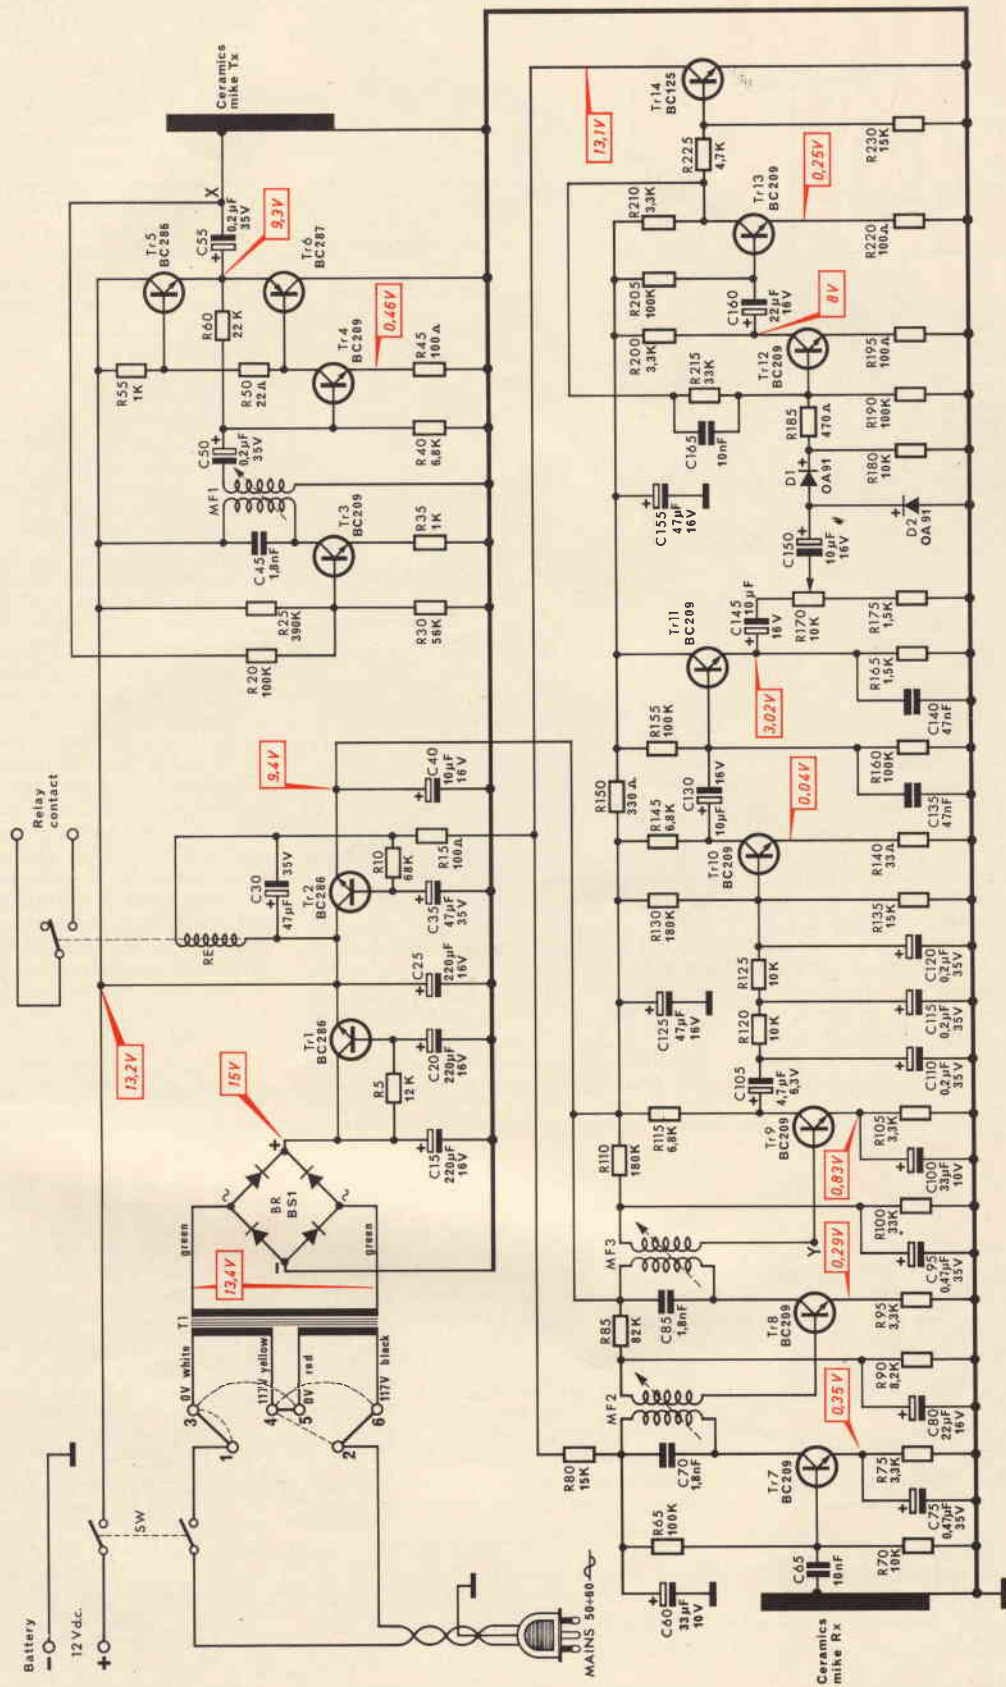

Fig. 1 - Schema elettrico.
Attraverso il cordone di alimentazione dotato di presa rete con massa, entra la corrente alternata della rete a 117-125 V oppure 220-240 V con una frequenza di 50-60 periodi. L'interruttore generale SW interrompe, oltre alla rete, anche l'eventuale alimentazione a batteria a cui si fosse provveduto innestandola nella presa denominata 12 V Battery. Il trasformatore è dotato di due primari uguali che servono per la tensione di 117-125 V se collegati in parallelo, e per la tensione di 220-240 V se collegati in serie. Siccome l'apparecchio deve servire una installazione fissa, anche il cambiotensioni è fisso, ed un eventuale cambio della tensione di esercizio va fatta sostituendo i ponticelli segnati in fig. 1 con tratto continuo, con gli altri segnati tratteggiati. Il secondario fornisce 13,4 V in corrente alternata; questi vengono applicati alla entrata del ponte raddrizzante ad onda intera BR (BS 1) alla cui uscita troveremo una tensione pulsante di 15 V. Tale tensione pulsante non è livellata nel modo consueto, ma è applicata mediante un filtro
Fig. 1 - Principio di funzionamento dell'accensione elettronica a scarica capacitiva. La tensione della batteria ($5 \div 18$ V) viene convertita in tensione alternata nel blocco 1 e raddrizzata nel blocco 2. Gli impulsi di corrente relativi, caricano rapidamente il condensatore fino ad una tensione di $450 \div 500$ V. Nell'istante in cui il ruttore si apre, un circuito elettronico di innesco (3) fa entrare in conduzione il tiristore. In queste condizioni, il condensatore si scarica rapidamente nel primario della bobina consentendo la formazione, sul secondario, di un picco elevato di tensione dell'ordine dei 40.000 V; nell'accensione normale tale picco raggiunge il valore di $18.000 \div 20.000$ V.